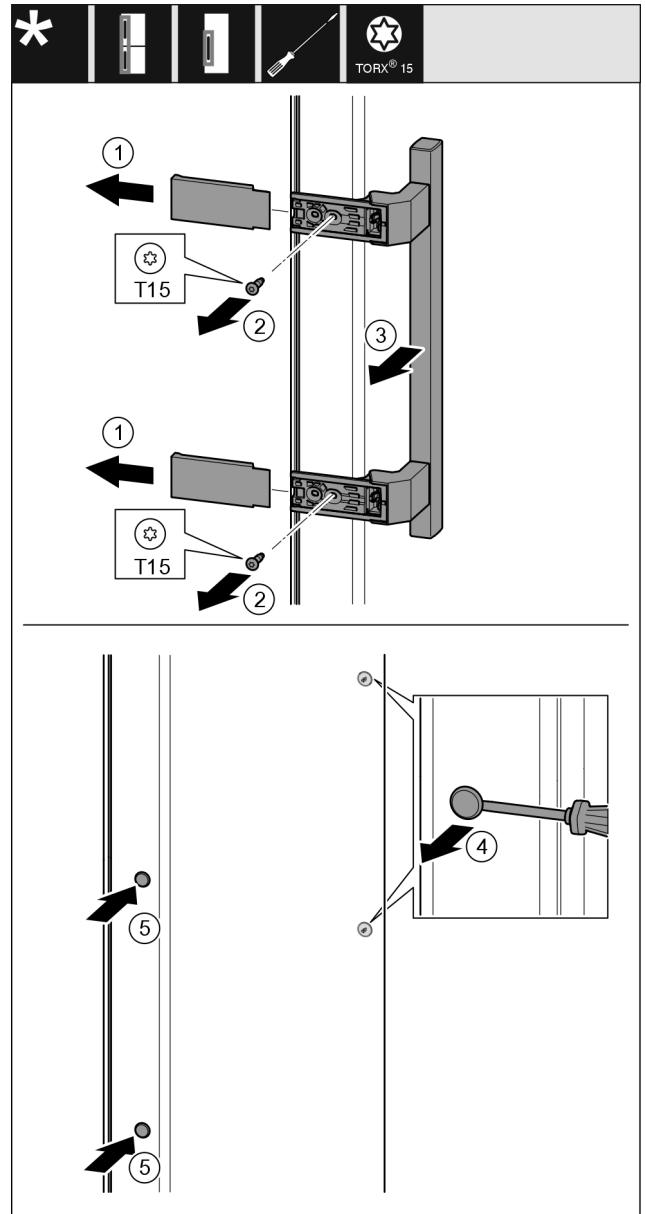

Fig. 21
- Abdeckung Fig. 21 (1) abziehen.
- Schrauben Fig. 21 (2) mit Schraubendreher herausdrehen.
- Griff Fig. 21 (3) abnehmen.
- Seitlichen Stopfen Fig. 21 (4) vorsichtig mit einem Schlitzschraubendreher anheben und herausziehen.
- Stopfen Fig. 21 (5) auf der anderen Seite wieder einsetzen.